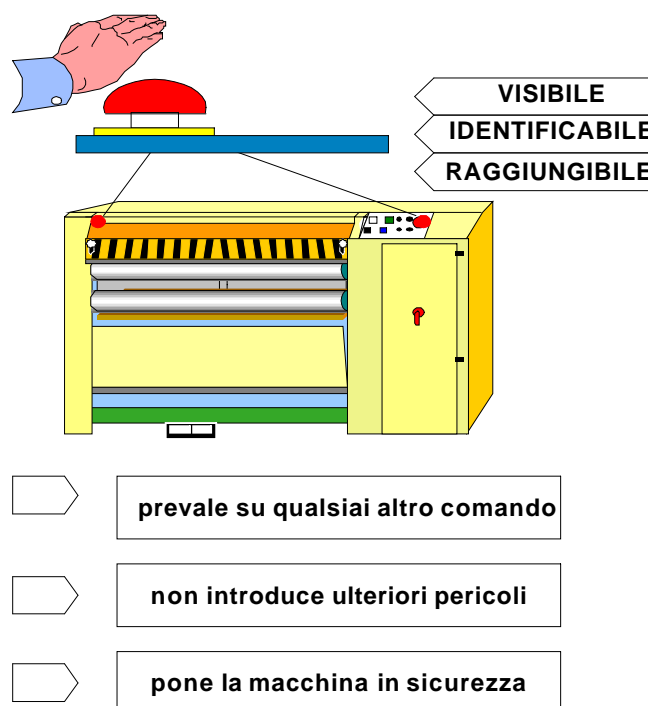

fig. 3
3.2. dispositivo di arresto di emergenza	La macchina deve avere, in prossimità delle postazioni di lavoro, un dispositivo d'emergenza atto a conseguire l'immediata riapertura dei rulli e la messa in sicurezza della macchina. Tale dispositivo può essere costituito ad esempio da uno o più pulsanti (tipo a fungo, di colore rosso su fondo giallo a riarmo manuale), o altro dispositivo sempre a riarmo manuale in posizione accessibile su tutto il fronte macchina (fig. 3).